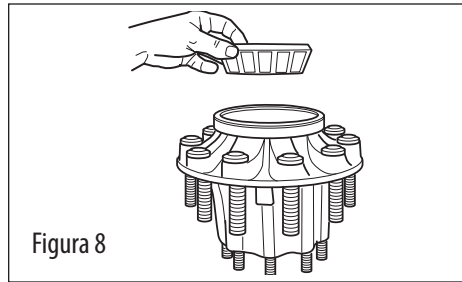

Figura 8
3. Para mazas de transmisión y de remolque, lubrique el cono interior del balero con el mismo lubricante que utilizará en la maza y colóquelo en la tapa del balero interior (vea la figura 8).